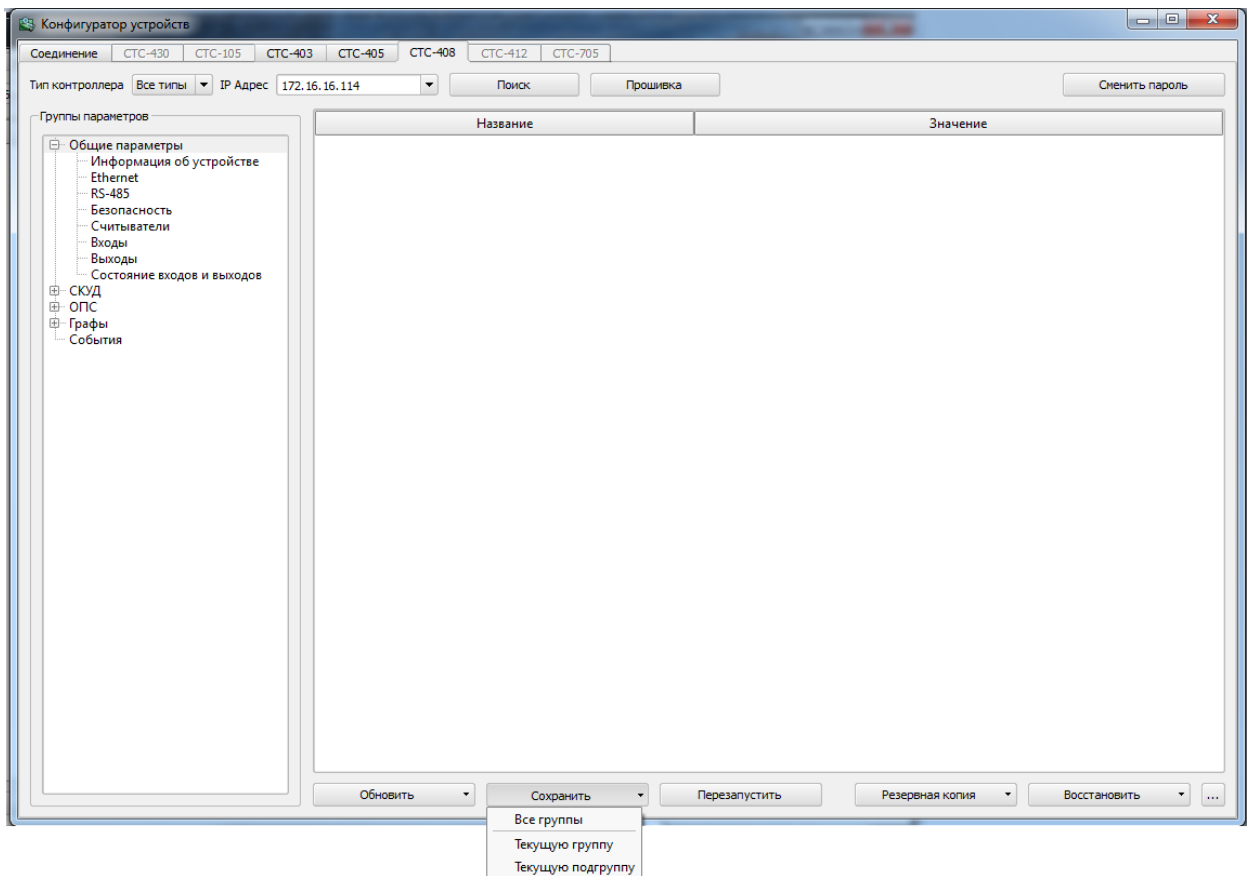

Рисунок 7
- «Сохранить» – данная кнопка позволяет сохранить изменения во все группы контроллера в любое поле из текущей выделенной группы или в текущую выделенную группу в левом параметре настроек (рисунок 7);